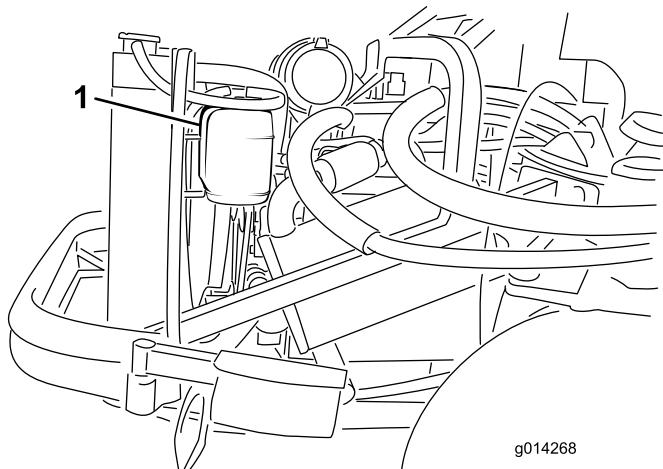

Рисунок 42
1. Проверьте уровень охлаждающей жидкости в расширительном бачке (Рисунок 42). Уровень охлаждающей жидкости должен находиться между отметками, имеющимися на стенке бачка.